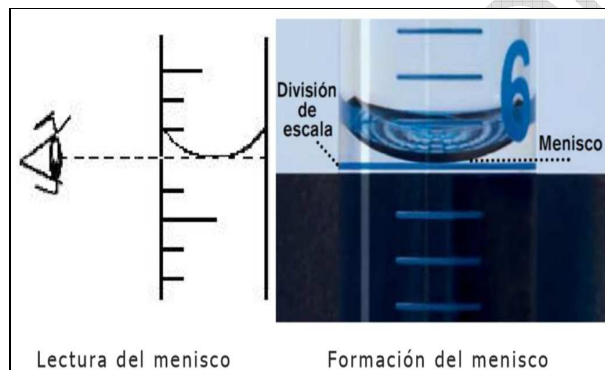

Figura 1. Visión en paralelo del menisco
***Para tomar la lectura del volumen en el RVP y RVC, se observa el menisco que se forma en el visor. Para evitar el error de paralaje se debe leer el menisco en su punto más bajo. Ver figura 1.***